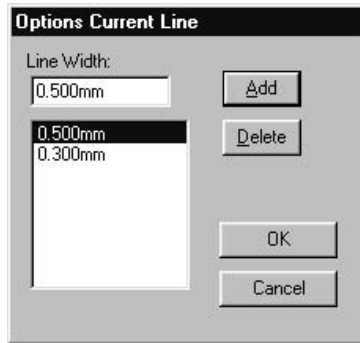

Рис. 7.1.7
6. По командам **Options/Current Line** задать список значений ширины трасс проводников 0,3 и 0,5 мм (рис.7.1.7).